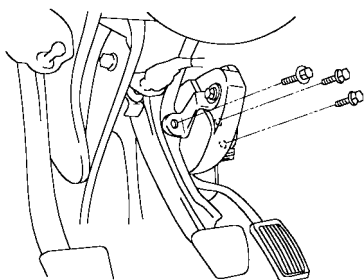

图 15-27 拆下加速踏板部件的安装螺栓
- (1) 拆下总泵。
- (2) 从制动加力器脱开负压软管。
- (3) 拆下加速踏板部件的安装螺栓。从加速踏板部件拆下 3 个螺栓，如图 15-27 所示。